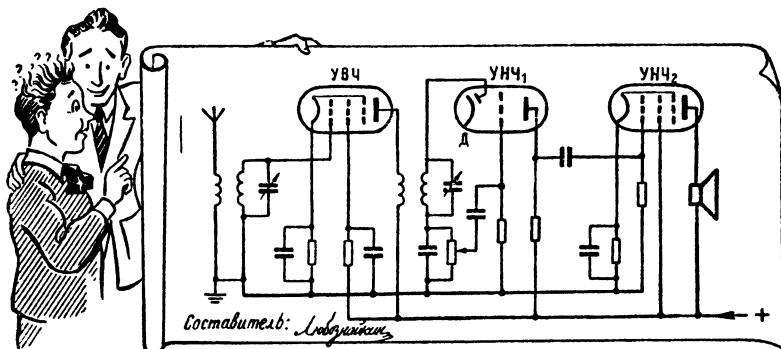

Рис. 1. Схема будущего приемника, вычерченная Любознайкиным.
**Л.** — Радио?... Но это очень просто!.. К тому же я тебе все легко объясню. Смотри, вот схема радиоприемника, которую я начертил (рис. 1).